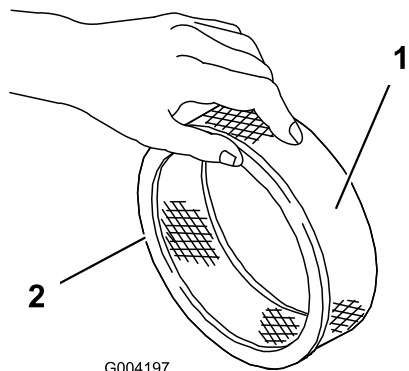

图 41
5. 检查纸质过滤器是否存在破裂、油性薄膜和橡胶封条损坏 (图 41)。
1. 小心将泡沫预过滤器滑到纸质过滤器上 图 41。